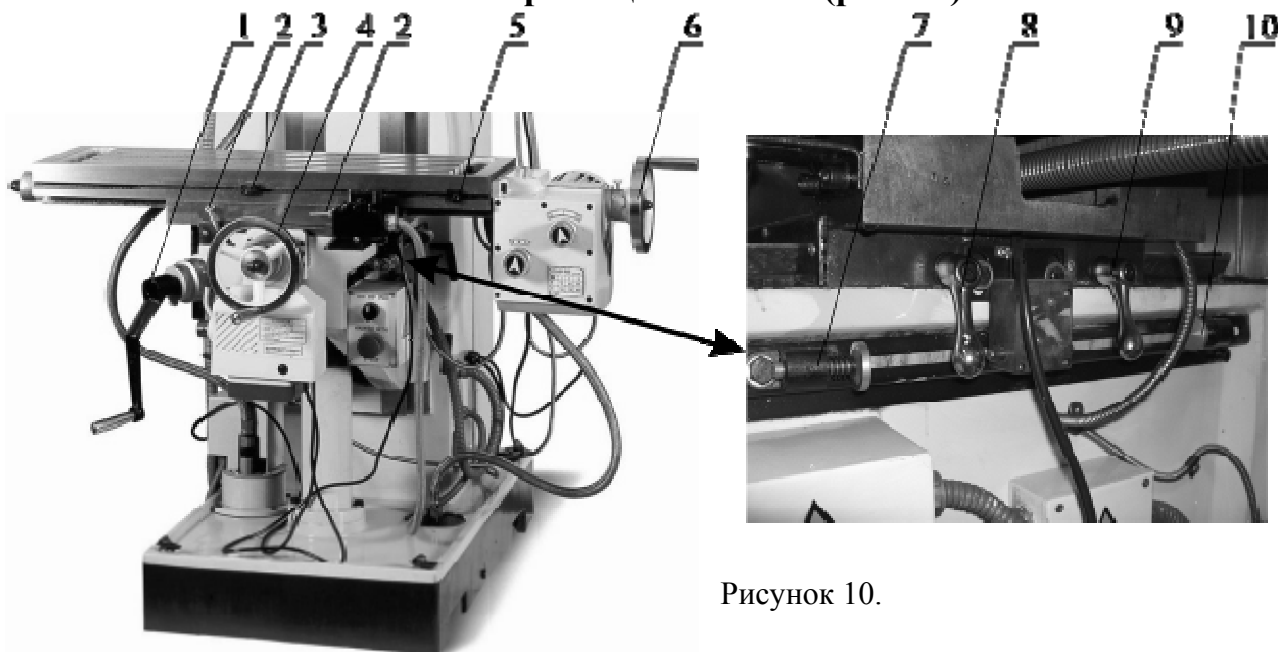

Рисунок 10.
**Перемещение стола (рис. 10).**